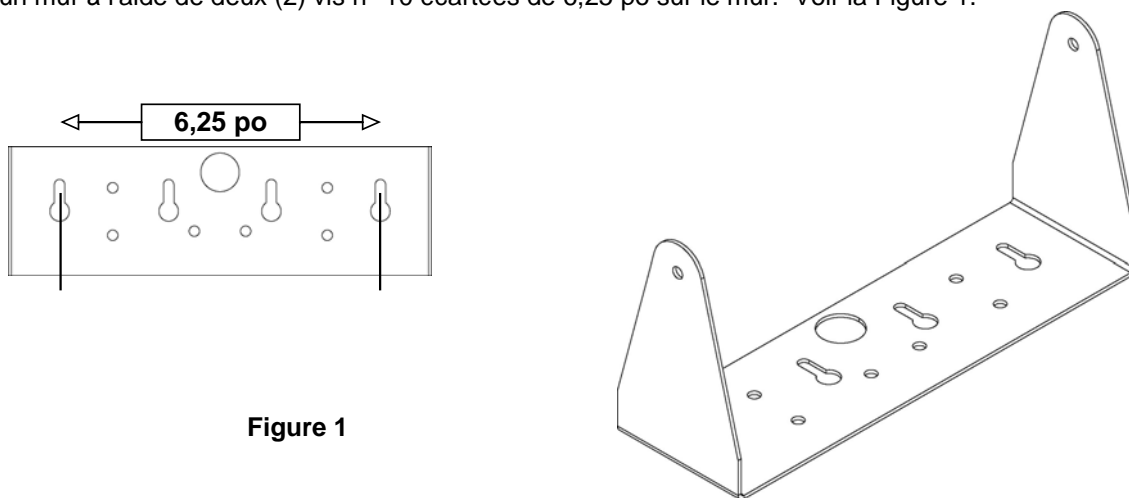

Figure 1
Les indicateurs 180 et 180EU peuvent être montés sur une colonne à la livraison, ou être montés sur une table ou un mur. La Figure 1 illustre le support de montage. Le support de montage comporte deux (2) trous pour le montage mural. Il peut être retiré ou laissé en place pour une utilisation sur une table.
L'indicateur peut être monté sur une table ou toute autre surface plane, lisse et horizontale ou sur un mur à l'aide de deux (2) vis n° 10 écartées de 6,25 po sur le mur. Voir la Figure 1.